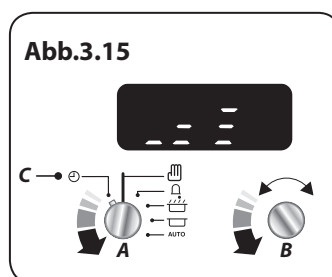

Abb.3.15
Drehen Sie den Einstellknopf Timer (A) in die Stellung Uhr (C). Drehen Sie den Einstellknopf (B) gegen den Uhrzeigersinn, bis die Klangstäbe angezeigt werden (**Abb.3.15**).